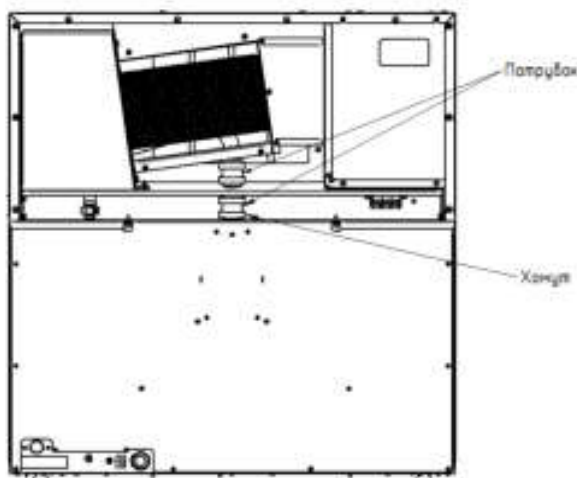

Рисунок 13
1.3. Соединить трубу ЗВВ-4-6/4ПМ.03.00.007 с трубой ЗВВ-4-6/4ПМ.03.00.006 установив между ними патрубок ЗВВ-4-6/4ПМ.00. 00.006 стянуть хомутами 32-50 KOVOPOЛ, закрыть крышку. (см. Рисунок 13 и 14);